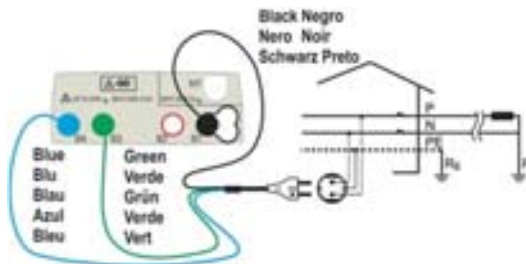
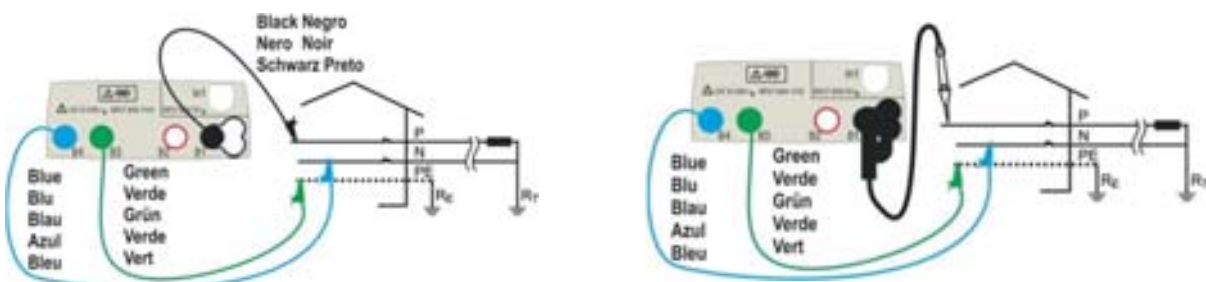
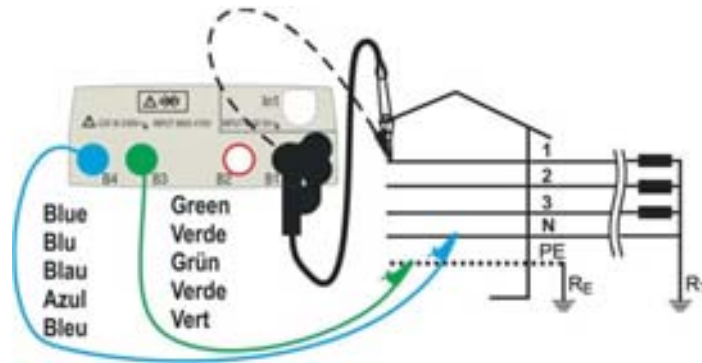
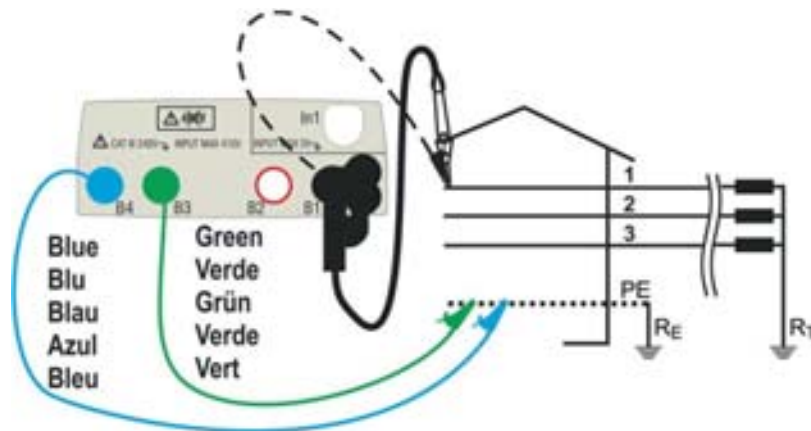

Abb. 18: Messung P-N/P-PE in ein-phasigen 230 V Systemen mittels 3 Leiter Schukokabel
Abb. 19: Messung P-N/P-PE in ein-/zweiphasigen 230 V Systemen mittels Kabeln und Tastkopf
Abb. 20: Messung P-N/P-PE in dreiphasigen 400V+N+PE Systemen mittels Einzelkabeln und Tastkopf
Abb. 22: Messung P-PE/P-N in 400V + PE (no N) Systemen mittels Einzelkabeln und Tastkopf
4. Führen Sie die vorherige Kalibrierung der Messleitungen wie in § 6.4.2 beschrieben durch Verbinden Sie den Schukostecker, die Krokodilklemmen oder den Tastkopf mit der elektrischen Anlage entsprechend Abb. 18, Abb. 19, Abb. 20 und Abb. 22.
4. Trennen Sie, wenn möglich, alle dem Messpunkt nachgelagerten Verbraucher ab, denn deren Impedanz kann die Testergebnisse verfälschen. Führen Sie die vorherige Kalibrierung der Messleitungen wie in § 6.4.2 beschrieben durch. Verbinden Sie den Schukostecker, die Krokodilklemmen oder den Tastkopf mit der elektrischen Anlage entsprechend Abb. 18, Abb. 19, Abb. 20 und Abb. 22 in der nächsten möglichen Zeitpunkt der Schutzeinrichtung. Achten Sie auf das Vorhandensein von korrekten Spannungswerten zwischen L-L und L-PE entsprechend der Auswahl der Anfangsphase (siehe § 5.1.4), wie im hier nebenstehenden Bildschirm angezeigt.